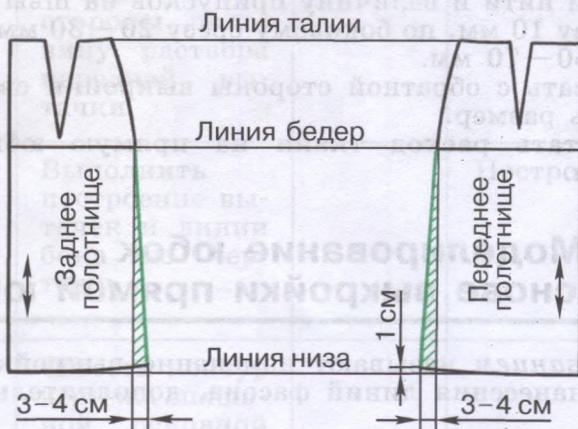

Рис. 47. Расширение основы прямой юбки по линии бока
6. Выполнить расширение деталей переднего и заднего полотнищ основы прямой юбки по линии бока (рис. 47). Для этого отложить по линии низа от линии бока 3—4 см.
Рассмотрите рисунок 47, выполните работу по изменению выкройки основы прямой юбки по линии бока в масштабе 1:4.